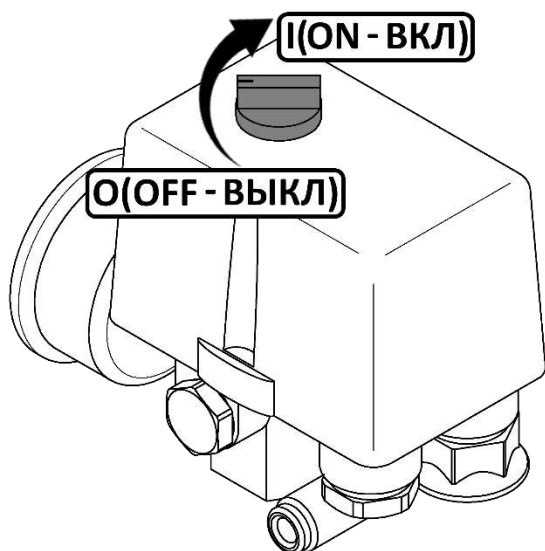

Рисунок 3
- Проверьте, чтобы выключатель на реле давления находился в выключенном положении "O" (рисунок 3).
- Выключить компрессор выключателем **3** на реле давления (рис 4-8). Для этого необходимо переключить выключатель в положение "О" (рисунок 3). После этого остановится двигатель и произойдет сброс давления из нагнетательного воздухопровода и поршневого блока.
- Переключите выключатель **3** на реле давления (рисунки 4-8) в положение "О" (рисунок 3).